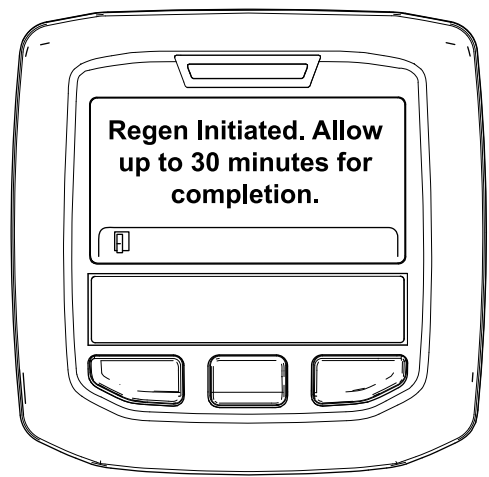

Figure 45
- Si la régénération est permise, le message "Regen Initiated. Allow up to 30 minutes for completion" (Régénération lancée. Attendre jusqu'à 30 minutes qu'elle se termine) s'affiche sur l'InfoCenter; attendez que la machine achève le processus de régénération stationnaire (Figure 45).